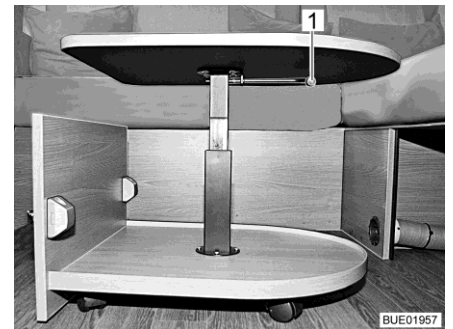

Bild 128 Soffbord, utkört
- Vrid med låsarmen (Bild 128,1) med 90° nedåt.